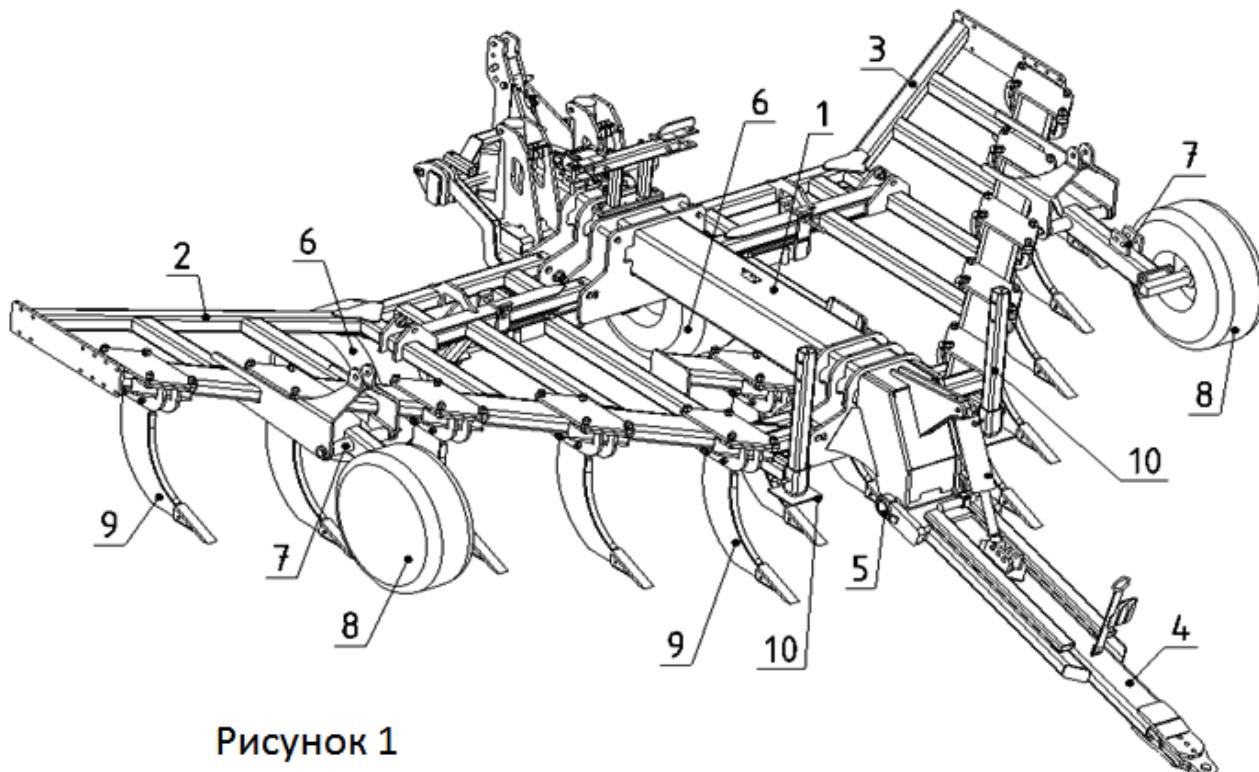

Рисунок 1
### 6.2.2. СБОРКА РАМЫ (рис. 1)
- поднимите опорные стойки 10 (рис.1);